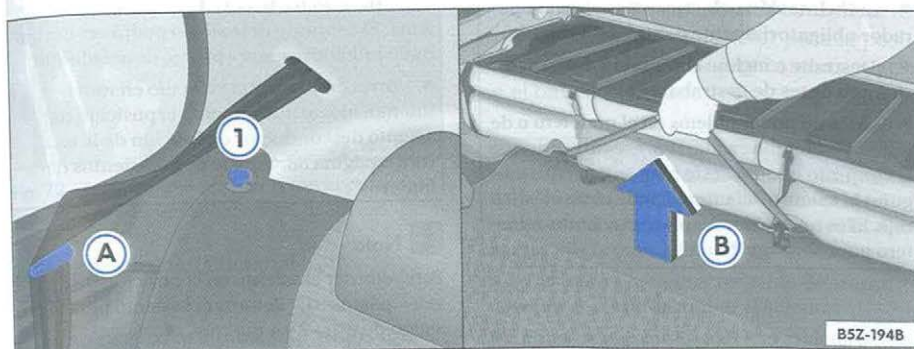

Fig. 69 Posicionador del cinturón para inclinación del asiento y seguro para desbloqueo del respaldo / tirador para destrabar el conjunto del piso
- Posicione la cinta de los cinturones de seguridad en sus respectivos alojamientos ⇒ fig. 69 (A).
- Levante los seguros ⇒ fig. 69 (1) en ambos lados (al mismo tiempo), destrabe el respaldo del asiento y inclínelo sobre el asiento.
- Tire de la lengüeta ⇒ fig. 69 (B) para desbloquear el conjunto del piso y al mismo tiempo levántelo **cuidadosamente** en la dirección de los asientos delanteros ⇒ ⚠.